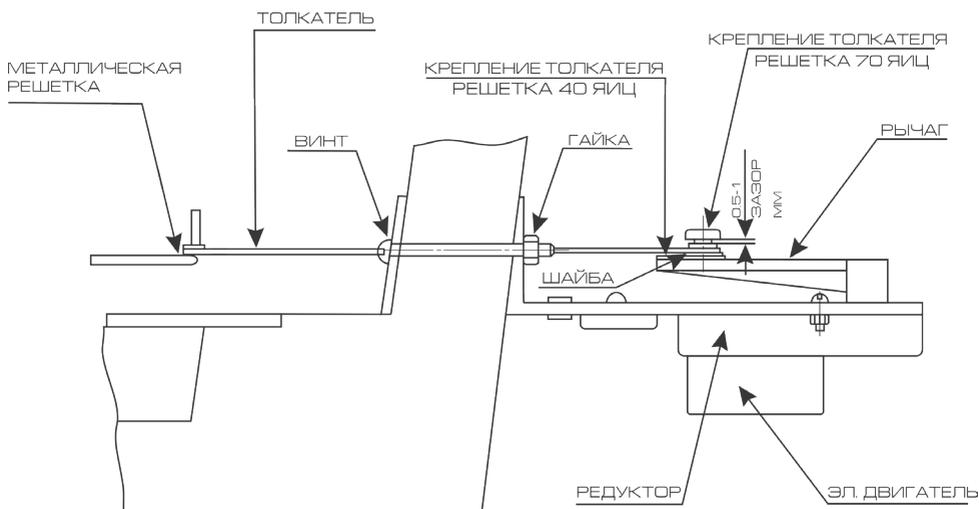

Рис. 2
6.1. Закрепите поворотное устройство на стенке корпуса инкубатора с помощью двух винтов и гаек, руководствуясь Рис. 2. Подсоедините толкатель к рычагу с помощью винта с шайбой, не затягивая его туго. Толкатель должен свободно вращаться вокруг винта. На рычаге ближе к валу редуктора отверстие используется при закладке куриных яиц, дальше - при закладке гусиных и утиных яиц.